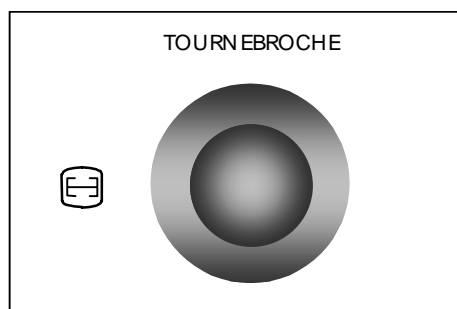

fig. 8
- Appuyez sur le bouton  (fig. 8).